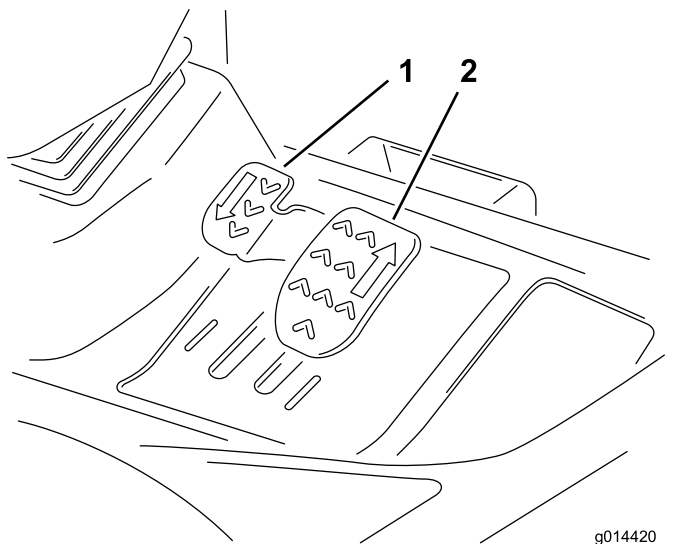

Figura 7
**Desplazamiento hacia adelante:** Pise el pedal de tracción hacia adelante para conducir hacia adelante y aumentar la velocidad de avance. Suelte el pedal para reducir la velocidad de avance (Figura 7).
**Desplazamiento hacia atrás:** Pise el pedal de tracción hacia atrás para conducir la máquina hacia atrás y aumentar la velocidad de avance. Suelte el pedal para reducir la velocidad de avance (Figura 7).